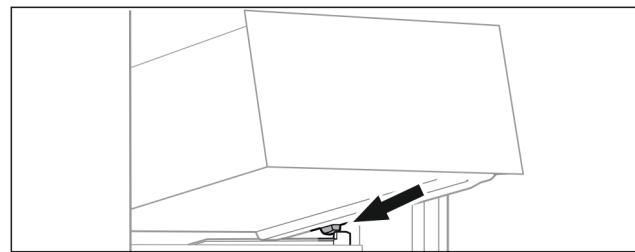

Fig. 98
- Наклоняя вниз, установите выдвижной ящик за стопоры на контейнерное ребро. (см. Fig. 98)